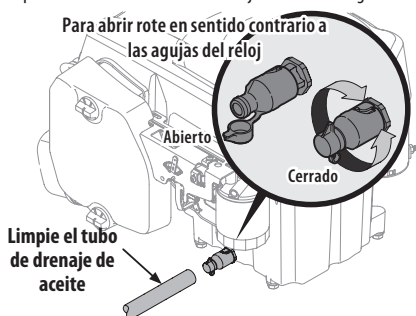

Figura 27
- Abra la tapita protectora del extremo de la válvula de drenaje para visualizar el orificio de drenaje. Consulte la Figura 27.